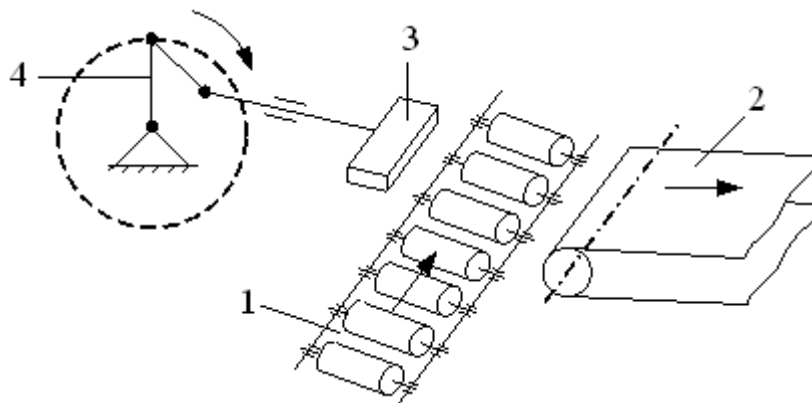

Рис. 2.15. Конструктивная схема автоматизируемого объекта
*Вариант 4.* Автоматизировать процесс передачи детали с рольганга (роликового транспортера) 1 на транспортер 2 (рис. 2.15).